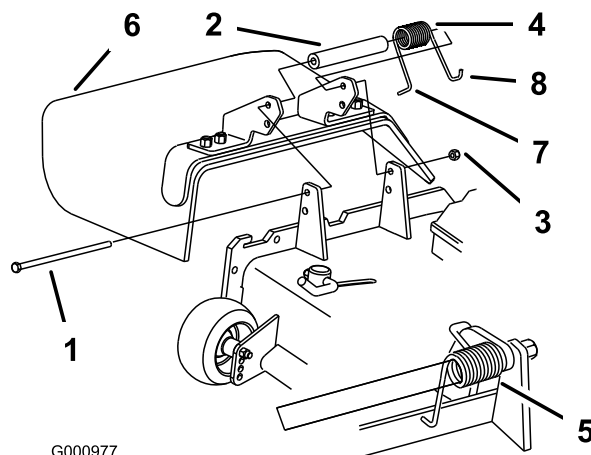

図 36
1. デフレクタをピボットブラケットに固定しているロックナット、ボルト、スプリング、スペーサを外す(図 36)。デフレクタを取り外す。
注 ボルトを取り付ける前に、スプリングの L 字形フックが、図 36 のようにデッキのエッジの後ろに取り付けられていることを確認してください。
3. ボルトとナットを取り付ける。スプリングの右側の J 字形フックを、デフレクタに引っ掛ける 図 36。